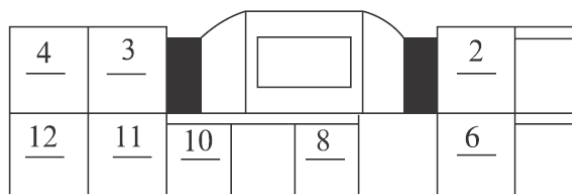

Рис. 342
(1) Проверка проводки
- Проверьте рабочее состояние контактов кабеля.(рис. 342)